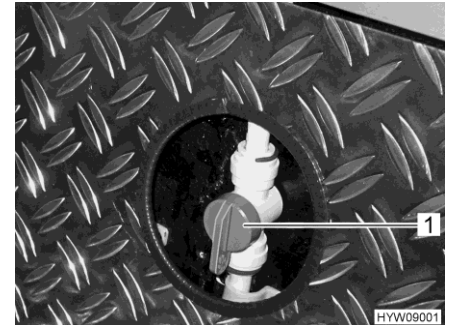

Fig. 134 Válvula de alimentación (calentamiento del garaje trasero)
- Ajustar la manija (Fig. 134,1) en la válvula de alimentación para la calefacción del garaje trasero en posición paralela a la tubería de calefacción. Ahora, la calefacción del garaje trasero estará funcionando a máxima potencia.
- Ajustar la manija (Fig. 134,1) en la válvula de alimentación para la calefacción del garaje trasero en cualquier posición. De este modo, se podrá ajustar la distribución de agua caliente al garaje trasero de modo continuo.
- Ajustar la manija (Fig. 134,1) en la válvula de alimentación para la calefacción del garaje trasero en posición transversal a la tubería de calefacción. Ahora, la calefacción del garaje trasero estará desconectada.